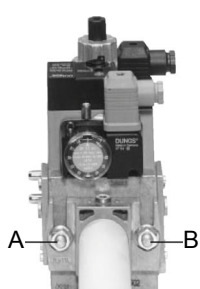

Рис. 7
3. Затянуть винты A, B, C и D (Рис. 5 - Рис. 6), соблюдая дистанции монтажа (Рис. 7);